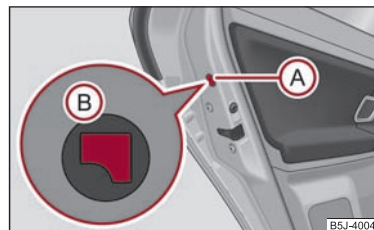

Fig. 28 Încuierea de urgență a ușii
- Îndepărtați capacul **A** ⇒ fig. 28.